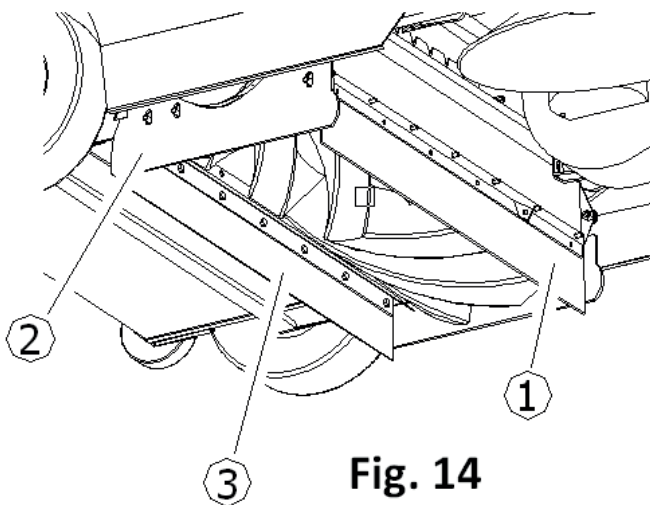

Fig. 14
Ogni **90/120** ore di lavoro, verificare la condizione delle guarnizioni antipolvere **Part. 1** (mobile) e **Part. 2 e 3** (n. 3 fisse) **Fig. 14** che circondano la spazzola centrale ed all'occorrenza sostituirle.
**IMPORTANTE:** I flap laterali **Part. 2 Fig. 14** possono essere regolati in altezza facendoli scorrere lungo le asole. Nel caso debbano essere sostituiti accertarsi, una volta montati, che siano alzati da terra di circa 2 mm.